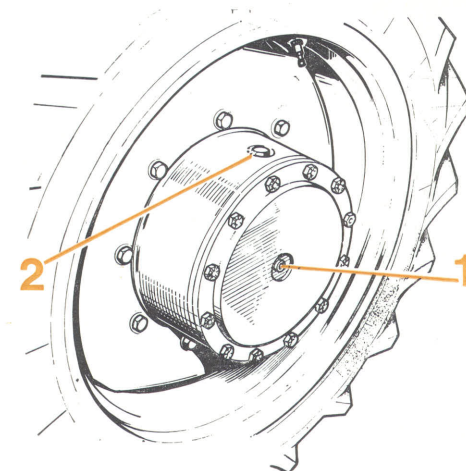

Fig. 6
Après avoir fait tourner le réducteur de façon à maintenir le bouchon (2) en position haute (fig. 6), faire le plein à l'aide de 2,8 litres d'huile **FIAT AMBRA 20 W-40** ou **MOBILAND UNIVERSAL 20 W-40**.